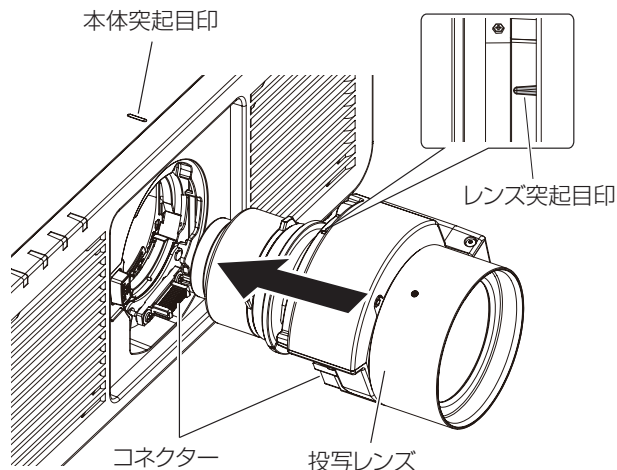

図2
2) 投写レンズの突起目印を、本体の突起目印に合わせて差し込む (図 2)